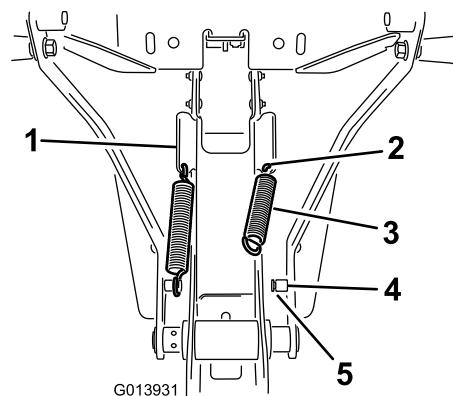

図 18
1. フレームアセンブリの側面にあるアングルタブの下端についている穴にスプリングを取り付ける 図 18。
2. スプリングの一方の端を穴に引っ掛け、もう一方の端をスプリングポストに引っ掛ける 図 18。
3. スプリングの端部が柱の溝に適切にはまっていることを確認する 図 18。